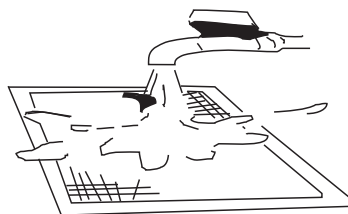

Рис. 62.
- При промывании фильтра в воде держите его загрязненной поверхностью вниз (рис. 62).